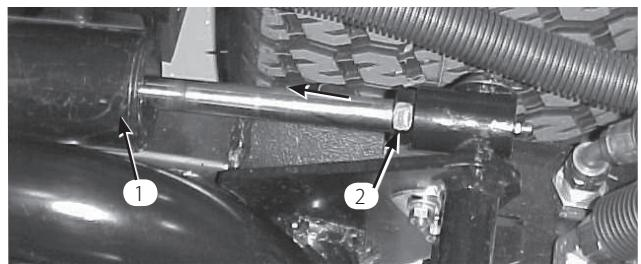
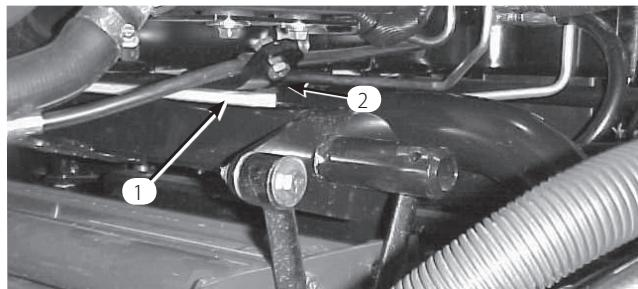

図 24
図 23
3. エンジンを始動し、昇降アームを上昇させ、後ろカッティングユニットのウェアバーの上部についているウェア・ストラップからバンパー・ストラップまでの距離が 020"-100" の間にあるかどうかを点検する（図23）。この範囲になければ後シリンダを調整してすきまを作る。シリンダの調整は、カッティングユニットを降下させ、シリンダのジャムナットを戻して行う（図24）。ジャムナットを戻すには、シリンダ・ロッドのナットに近い方の部分をウェスとプライヤで握って回す。調整ができたらカッティングユニットを上昇させて隙間を点検する。必要に応じ、上記の調整手順を繰り返す。クレビスのジャム・ナットを締める。